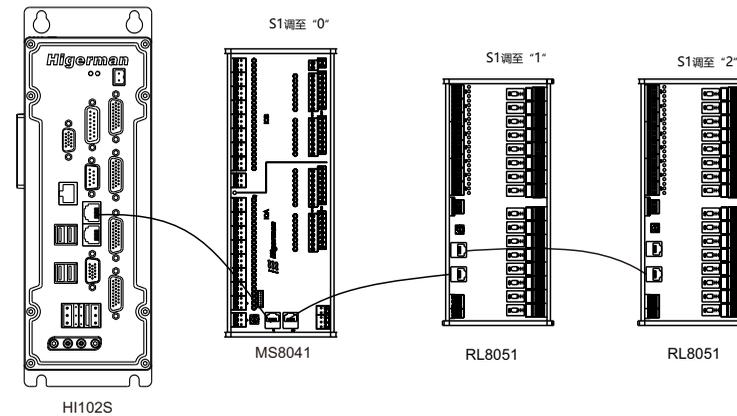

图4-2 HI102S主机与IO扩展模块连接示意图
- 1、如果同时使用了RL8051模块和MS8041/MS8042模块，则MS8041/MS8042模块地址应在RL8051模块前面（图4-2）。